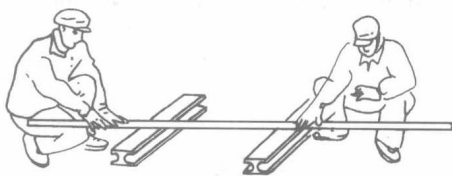

图 1-2 用滚动法检查管子弯曲
(2) 滚动检查法。滚动检查法如图 1-2 所示,滚动检查法适用于检查较长的钢管。检查时,将管子对称地横放在两根平行且等高的型钢(也可用已调直的钢管)上,两根型钢的距离,以被检查管子长度的一半为宜。检查时,用两手转动管子,让管子在型钢上轻轻滚动。当管子以均匀速度滚动而无摆动,且可在任意位置停止时,该管为直管。若管子滚动时快时慢,且有来回摆动,每次停止都是同一部位朝下,则说明此管弯曲。停止后朝下的一面是凸面,这时用石笔画上标记,以便进行调直。